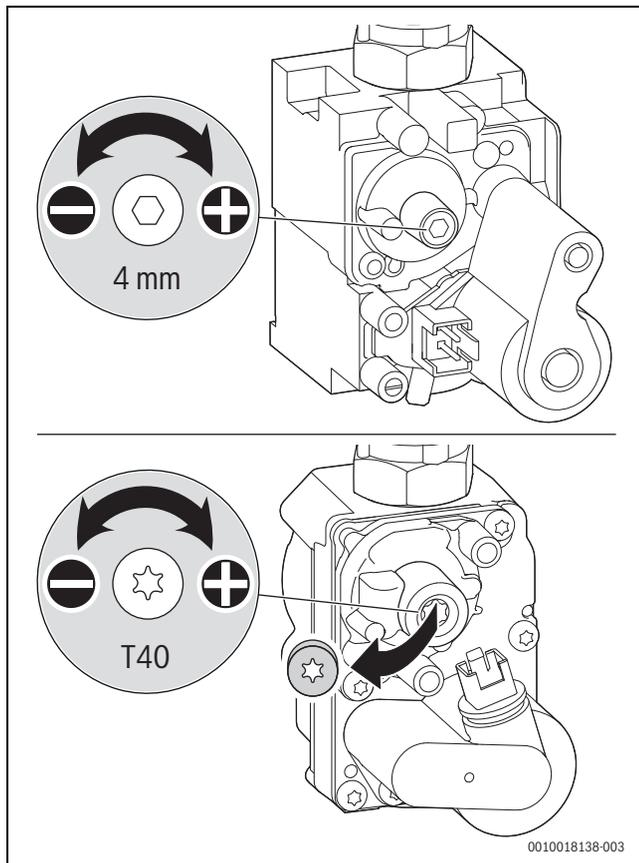

Fig. 36 Régler la teneur en CO₂ ou en O₂
- ▶ Retirer le scellé sur la vis de réglage du bloc gaz (bloc gaz en bas uniquement dans la fig. 36) et régler la teneur en CO₂ ou en O₂ pour une puissance thermique nominale minimale.